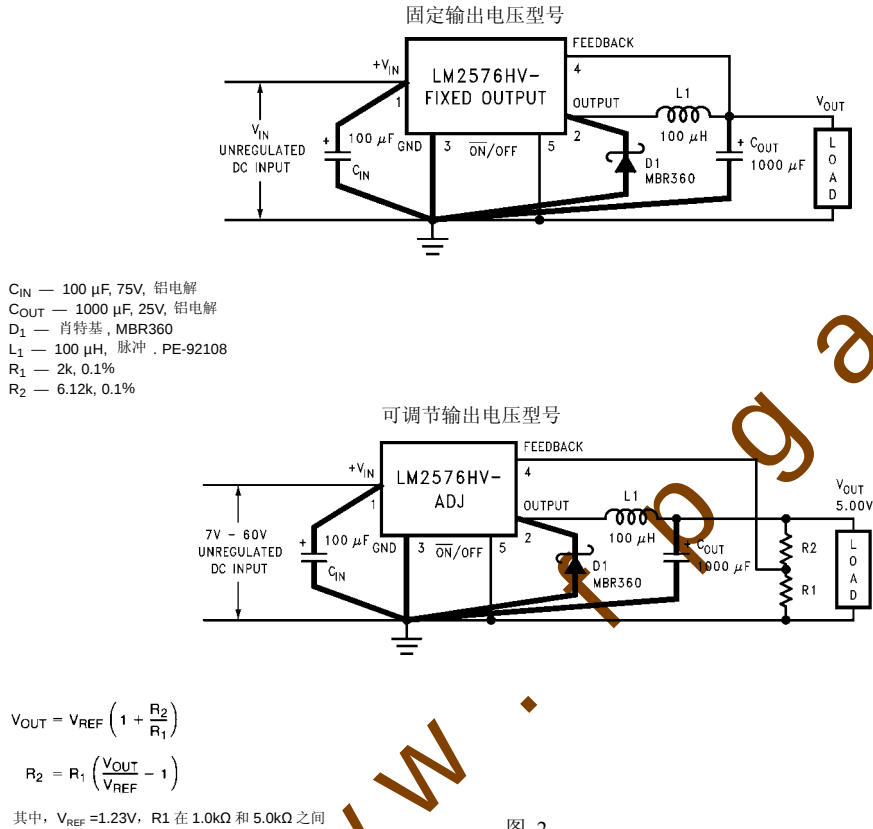

图 2
系统参数 (注 3) 测试电路 图 2
通 / 断控制 测试电路 图 2
- 注 3: 外部元件如箝位二极管、电感、输入输出电容会影响开关稳压器系统性能。当LM2576/ LM2576HV 应用于如图2的测试电路, 系统性能将如电气特性中的系统参数部分所示。
典型性能特性曲线 (电路图2)